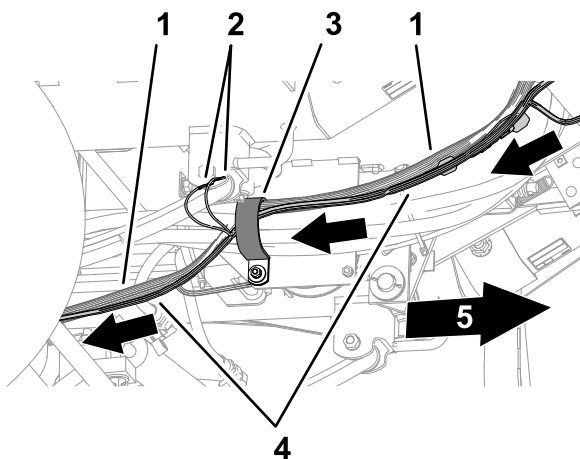

Figura 38
1. Disponete la diramazione di 71 cm del cablaggio preassemblato, la diramazione di 89 cm del cablaggio preassemblato e il cavo di 452 cm del cablaggio preassemblato attraverso il serratubi a R che fissa i flessibili dello sterzo, situati sotto il pianale e davanti all'assale anteriore (Figura 38).